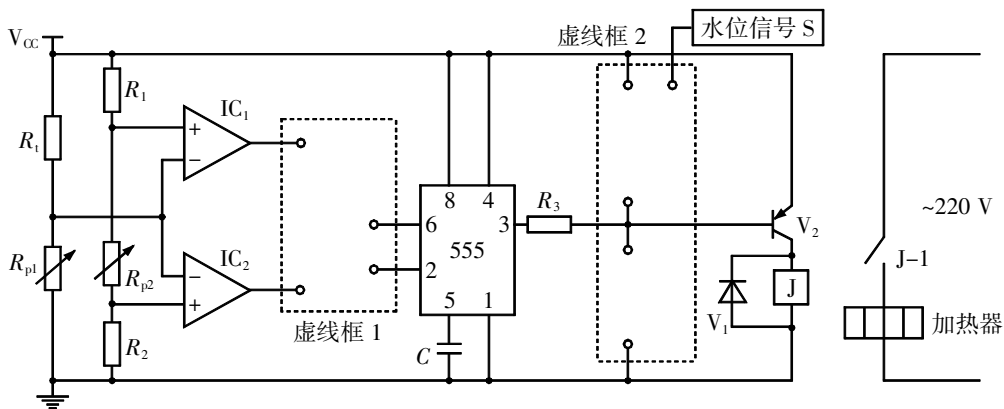

图 2
(4)小明想给电路增加防干烧功能:若鱼缸水位低于设定值(水位信号 S 输出低电平),加热器始终不工作;若鱼缸水位高于设定值(水位信号 S 输出高电平),温控电路正常工作。请在图 2 虚线框 2 中选择合适的 1 个三极管和 1 个电阻,将电路补充完整。